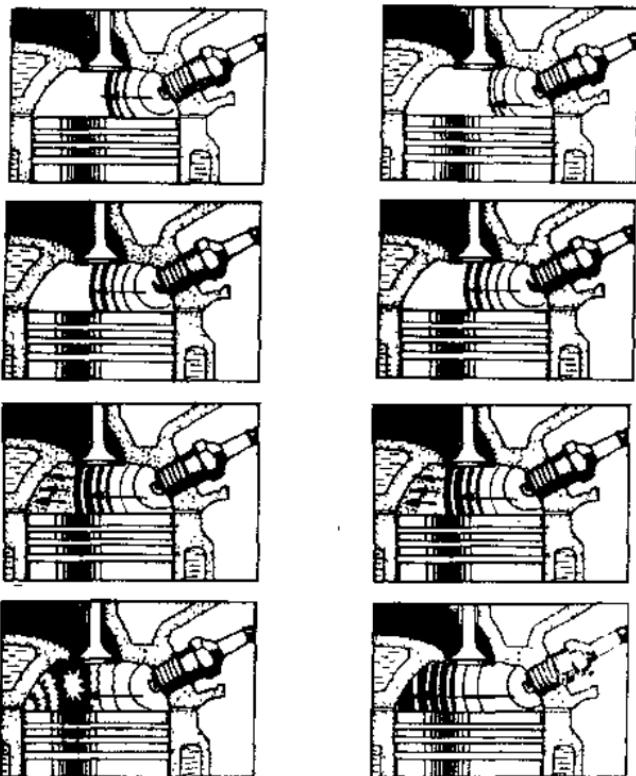

图 1-1
发动机发生爆震是一种异常燃烧(如图 1-1 所示)，它是在汽缸内的燃烧过程中，火焰传播之速度发生突变(突升)，或火焰峰的形状突变，以致燃烧室内产生压力波(Pressure wave)。汽缸内突变的压力波与燃烧室(包括活塞顶部)的四壁零件碰撞，使汽缸壁、燃烧室、活塞等震动，而发生类似金属敲击的声音。也就是说，只要有爆震现象，发动机在作功行程时的汽缸内便会有火焰传播速度突升的情况发生。因此，只需在每个汽缸内部，如火花塞处配置一个爆震传感器②；一旦发动机发生爆震现
① 点火时间滞后可防止发动机爆震之发生已如前述。至于控制方法有很多，为何唯独钟情于将“点火时间滞后”？答曰：因为不论是从汽油辛烷值提高或者压缩比降低，要做到“改变”及“控制”在技术上均有其困难。最方便且简单可行的方法莫过于将“点火时间滞后”，故一般发动机的爆震控制大都采用此种方式。当然，改变混合比浓度，就技术方面也是可行，但须使用燃油喷射发动机。
② 爆震传感器 Knocking sensor，在一般汽油发动机的爆震是用 Detonation；柴油机则用 Knocking，但近年来已无明显的区别。